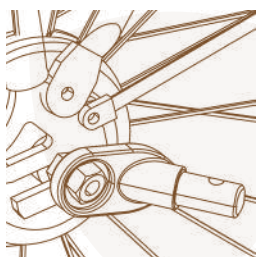

Figur 10
1. Snabbkopplingsaxel: Ta bort snabbkopplingen från cykelns bakre vänstra axel. Montera kopplingen mellan snabbkopplingen och cykelramen. Dra åt snabbkopplingen enligt cykeltillverkarens anvisningar. Kopplingen kan sitta kvar på cykeln när trailern kopplas bort (Figur 10).